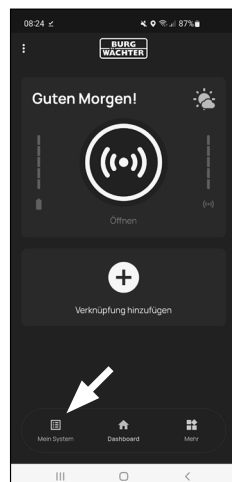

Fig. 4
- 7 O ecrã principal do aplicativo BURGSmart aparece. Abra o menu "Meu Sistema" no canto inferior esquerdo (Fig. 4).